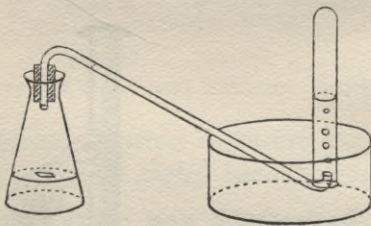

Fig. 21. Wasserstoff aus Schwefelsäure durch Magnesium freigemacht.
\* **Versuch 9** (Fig. 21): Schneide von einem Magnesiumband (oder Eisendraht) mehrere gleichlange Stücke (etwa 1 cm) ab, wirf je eins in eine kleine, mit verdünnter Schwefelsäure gefüllte Gasentwicklungsflasche (Erlenmeyer) und setze den Stöpsel mit dem Gasableitungsrohr, aber ohne Sicherheitsrohr, so schnell auf, daß alles entweichende Gas
**\* Versuch 1** (Fig. 21): Schneide von einem Magnesiumbunde sechs gleichlange Stücke (1 cm) ab, wirf davon je eins in eine kleine Gasentwicklungsflasche (Erlenmeyer) mit verdünnter Salzsäure und in eine solche mit verdünnter Schwefelsäure und verschließe die Flasche so schnell durch einen Stöpsel mit Gasableitungsröhr, daß alles entstehende Gas (Wasserstoff) in einem weiten Reagenzröhr aufgefangen wird. Wiederhole den Versuch mit der doppelten Menge (2 Stückchen) Magnesium und vergleiche die entstehenden Gasmengen, nachdem das Röhr bis zur Höhe des inneren Wasserstandes eingetaucht ist.